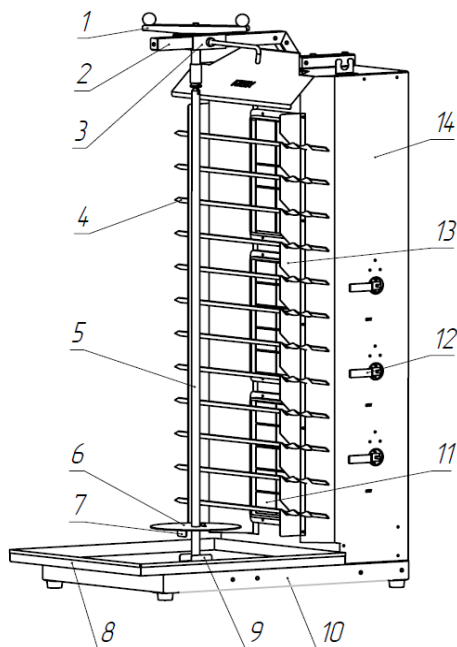

Рис.3
4.6. Управление скоростью приготовления мяса на установке осуществляется газовыми кранами (12) (рис.3) - увеличивая, либо уменьшая поступление газа к газовым горелкам, вследствие чего увеличивается, либо уменьшается, температура газовых горелок. Скорость приготовления мяса может также меняться в зависимости от расстояния между специальным ножом и газовыми горелками.